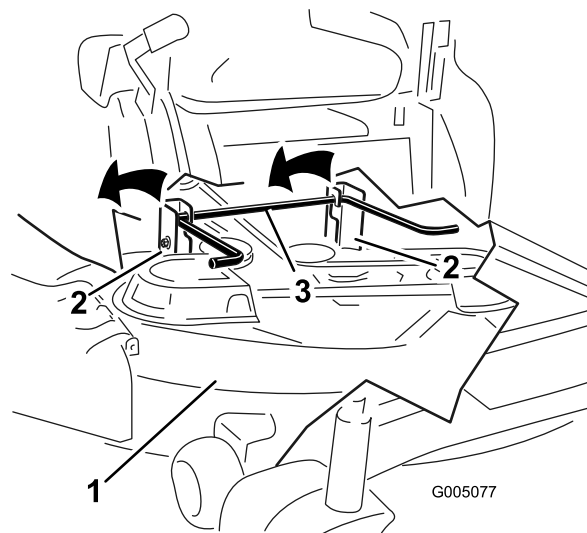

Figure 59
5. Soulevez et déposez le tablier de coupe et les supports de la tige de levage arrière et abaissez le tablier au sol avec précaution (Figure 59).
5. Soulevez l'arrière du tablier de coupe et guidez les supports sur la tige de levage arrière (Figure 59).